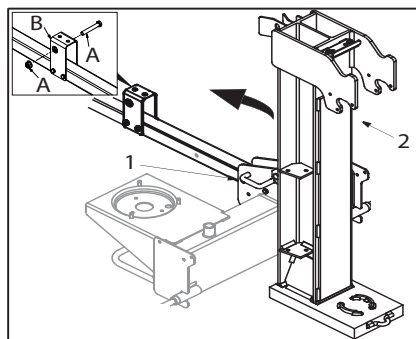

Fig. 6a
- Afmonter skruen og møtrikken (A) fra holderen (B).
- Træk søjlelåsen (1) ud, drej den bagud og vip søjlen til vandret stilling. Fig. 6a